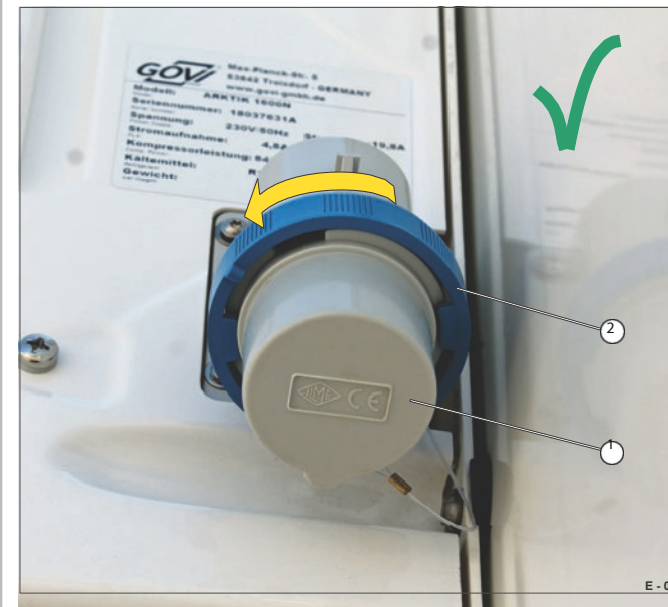

Fig. 16 Locket säkrat (körläge)
- Sätt fast locket (Fig. 16/1) med skruvlocken (Fig. 16/2) - dra åt. Nätanslutningen är tätad och damm- och vattentät.